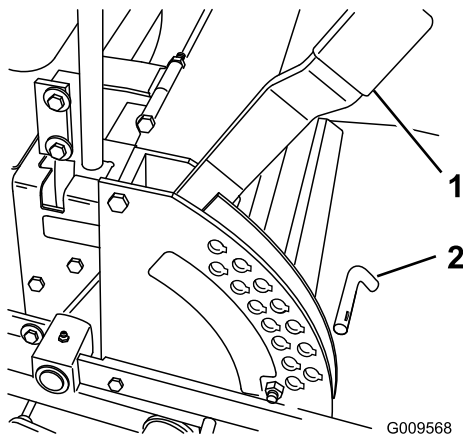

Figure 18
1. Relevez le levier de sélection de hauteur de coupe en position de transport (qui correspond aussi à la hauteur de coupe de 127 mm) (Figure 18).
2. Pour changer de hauteur de coupe, retirez l'axe du support de hauteur de coupe (Figure 18).
3. Placez l'axe de chape dans le trou du support correspondant à la hauteur de coupe voulue (Figure 18).